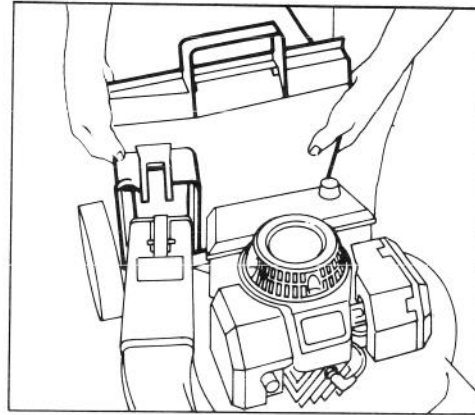

Abbildung 9
3. **MONTAGE DES SACKS** (Abb. 9) — Die Gestellvorderseite und die Klappe des Sacks zusammenhalten. Öffnung des Sacks gegen die Flanschen am hinteren Trichter halten und herunterschieben.